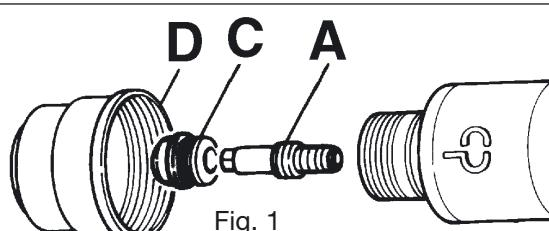

Fig. 1
5 - MANUTENZIONE TORCIA (Fig. 1)
5.1 - Sostituzione delle parti di consumo (Fig.1).
5.2 - Sostituzione della torcia (Fig.1).
5.1 - Replacing consumer parts (Fig. 1,2).
5.2 - Replacing the torch (Fig. 1).